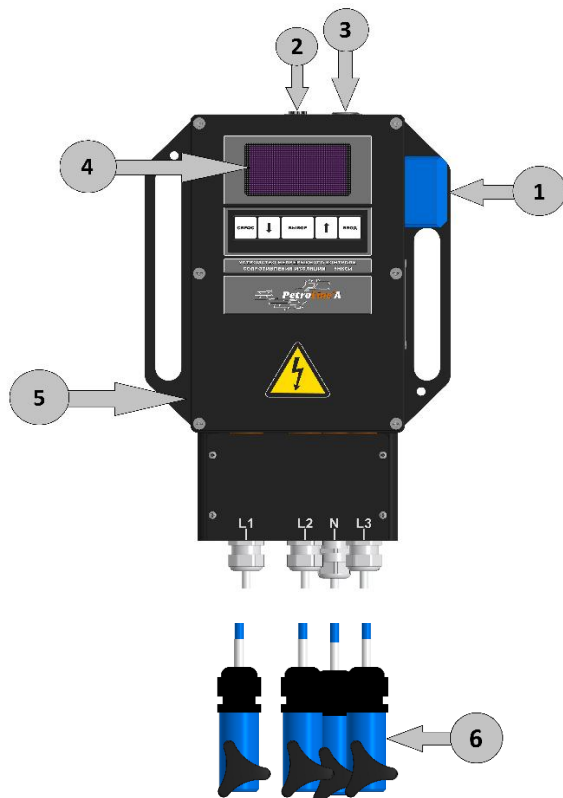

Рисунок 1. Состав УНКСИ
Для начала работы включить кнопку в верхней части прибора (см. рисунок 1). Визуальный интерфейс УНКСИ представлен в виде OLED-дисплея. После включения на дисплее отображается номер версии и название прибора, состояние заряда батареи, температура внутри прибора, номер замера, пороговое значение сопротивления изоляции (по умолчанию 5 МОм). Через 3 сек. после включения УНКСИ переходит в рабочий режим (издается короткий звуковой сигнал, сигнализируя подачу измерительного напряжения 560В), после этого происходит запись значения сопротивления изоляции и контроль обрыва фаз. Длительность замера составляет 30 секунд. Далее УНКСИ переходит в «спящий» режим, продолжительностью 20 минут. Для экономии заряда батареи дисплей отключается. Для просмотра последнего замера в «спящем» режиме, нажать на любую кнопку клавиатуры УНКСИ.
6. Включить прибор при помощи кнопки (см. рисунок 1)